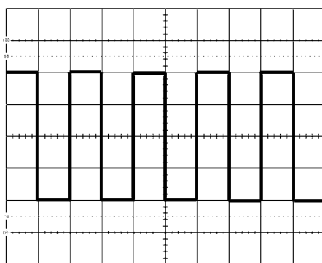

Figura 6-1
4. Conecte a ponta de prova ao terminal de entrada do CH1. Conecte a ponta ao sinal de calibração de 0.5Vpp (7).
5. Comute AC-DC-GND para AC, então a forma de onda mostrada na Figura 6-1 aparecerá na tela.
6. Ajuste o FOCUS (3) para obter uma forma de onda clara.
7. Ajuste VOLTS/DIV (13) e TIME/DIV (23) para obter uma amplitude e um número de ciclos adequado para a observação.
8. Ajuste POSITION (19) e POSITION (24) para fazer com que a forma de onda fique alinhada com a escala. A amplitude da tensão Vpp e o período T podem ser facilmente lidos.